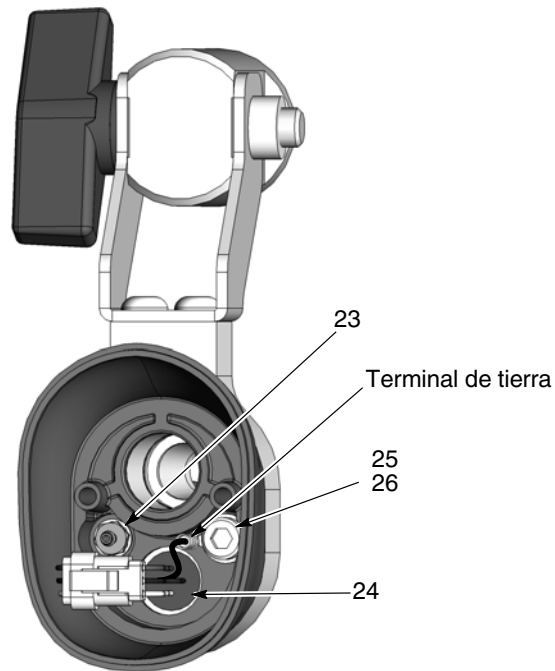

Figura 7-3 Desmontaje de la pistola - Sustitución del receptáculo de cable y del racor dentado
5. Insertar un destornillador plano pequeño en la ranura de los conectores del cableado y separar el cable del receptáculo (24) del cable de suministro de tensión.
6. Ver la figura 7-3. Desconectar el tubo de limpieza de aire del racor dentado (23) en la parte interior del cuerpo posterior.
- a. Ver la figura 7-3. Utilizar una llave hexagonal de 4 mm para extraer el tornillo de cabeza hexagonal (25) y la arandela (26), y desconectar el terminal de tierra.
- g. Ver la figura 7-3. Conectar el terminal de tierra a la tapa final con el tornillo de cabeza hexagonal y la arandela (25, 26).
16. Ver la figura 7-3. Conectar el tubo de limpieza de aire al racor dentado, y el cable de la fuente de alimentación al cable del receptáculo.